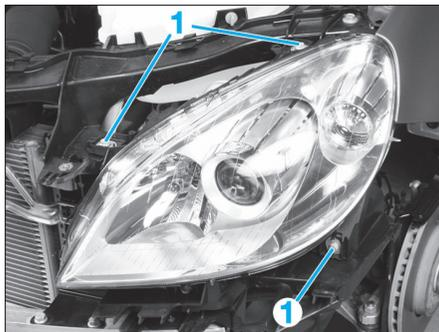

FIG. 6
- Déposer les vis (1) (Fig.6).